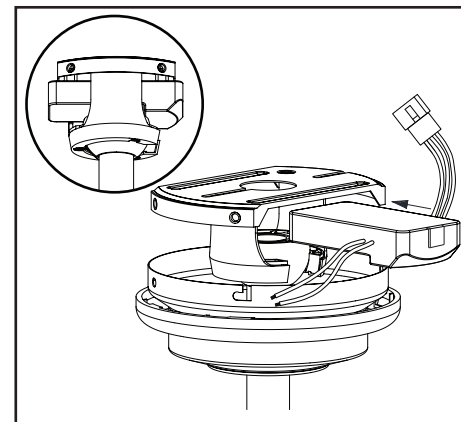

Figura 10
2. Inserta el receptor en el soporte de montaje deslizante hasta que descance sobre el ensamblaje de tubo bajante/esfera. (Figura 10)